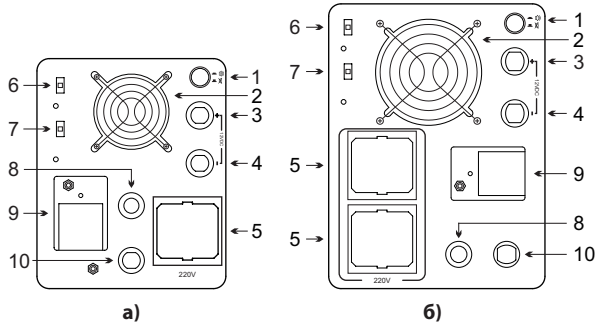

Рис.3 – Панель задняя
5.4. Элементы, расположенные на задней панели устройства, приведены на рис.3.
Несоблюдение полярности при подсоединении АКБ приводит к выходу из строя плавких предохранителей. Замену предохранителей выполнять в блоке предохранителей (см. рис.3).